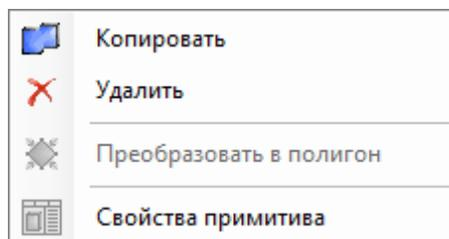

Рисунок 2.300
Стоя курсором мыши на объекте, нажмите правую кнопку мыши. Появится контекстное меню (рисунок 2.300).
Примитивы прямоугольник/квадрат и овал/круг можно преобразовать в полигон. Для этого нужно, стоя курсором мыши на объекте, нажать правую кнопку мыши. Появится контекстное меню (рисунок 2.300). Выберите пункт меню **Преобразовать в полигон**.
- вызовите на нем контекстное меню (рисунок 2.300);